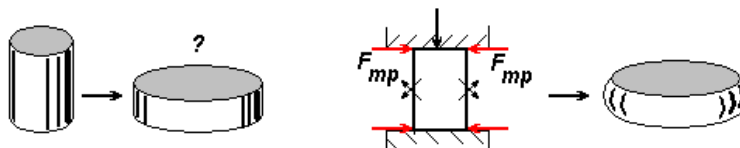

Рис. 3.2. Закон наименьшего сопротивления
**2. Закон наименьшего сопротивления:** «Каждая точка деформируемого тела перемещается в направлении наименьшего сопротивления» – используется для определения формы изделия после обработки давлением (рис. 3.2).